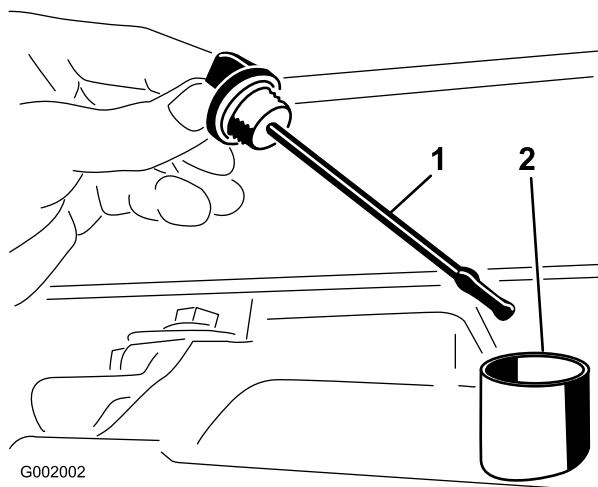

Figura 66
2. Retire la varilla del transeje y límpiela con un paño limpio (Figura 66).